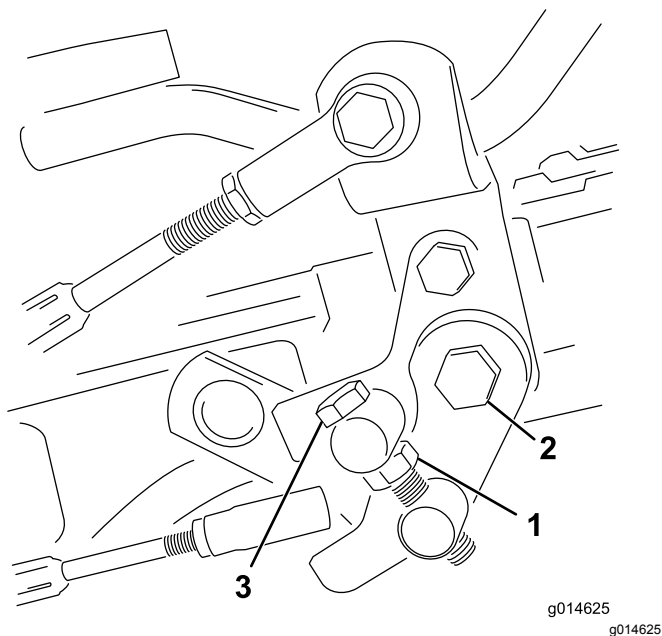

Figura 46
4. Serrate il controdado sul bullone di articolazione e il dado sul perno del pedale per fissare la regolazione (Figura 46). Controllate la messa a punto, e all'occorrenza ripetete la regolazione.
1. Allentate il controdado sul bullone di articolazione (Figura 46).